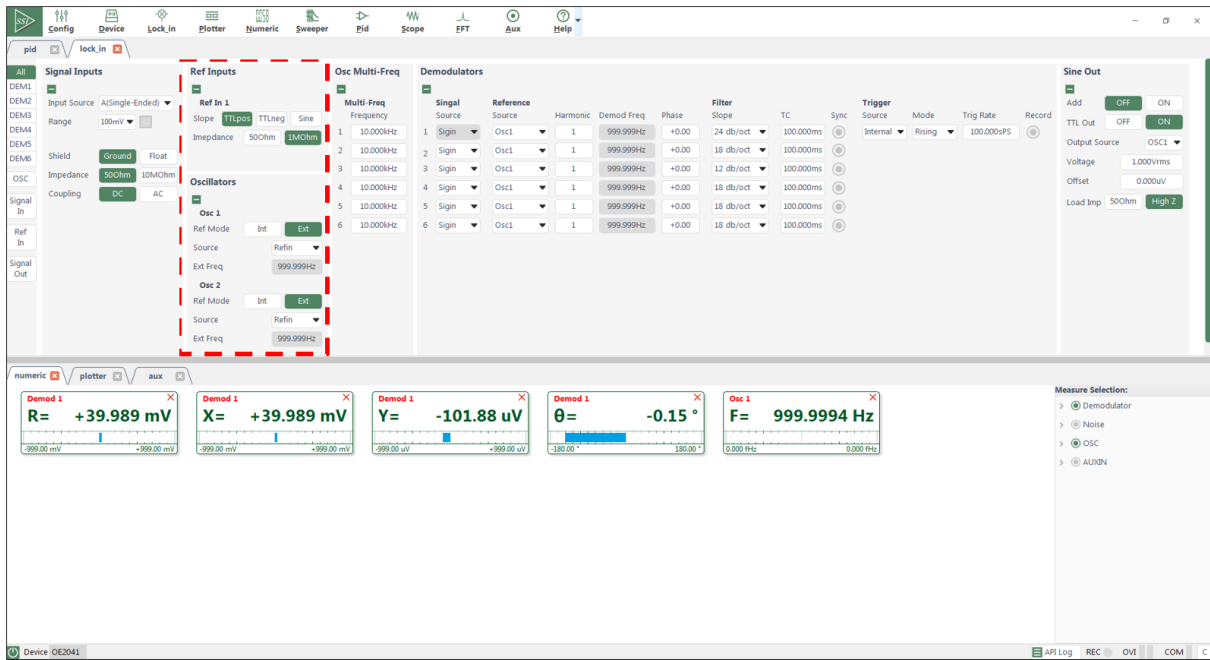
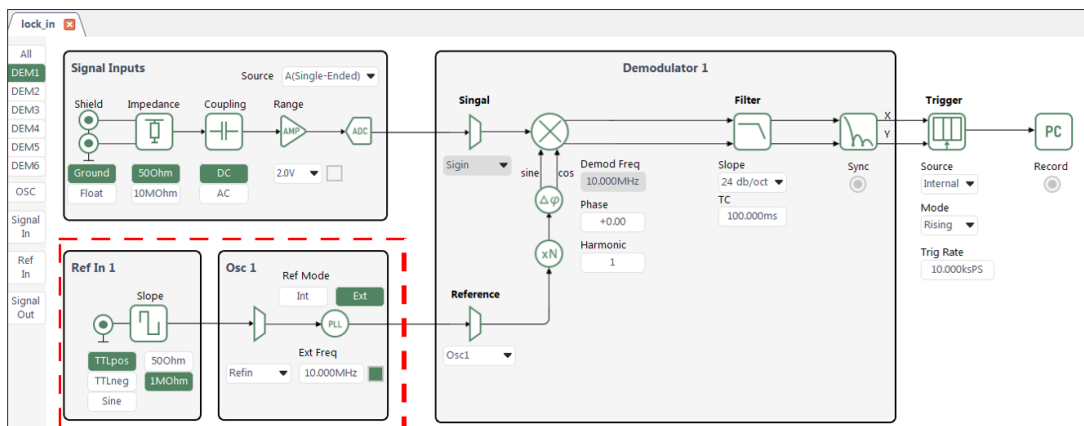

图 33. 参考信号配置图
图 34. 流程框图的参考信号配置区域
2. 根据表2配置,在参考信号配置区域选择参考信号源类型、外部参考,其它选项默认,如图33和图34所示,选择其中一种方式进行修改。